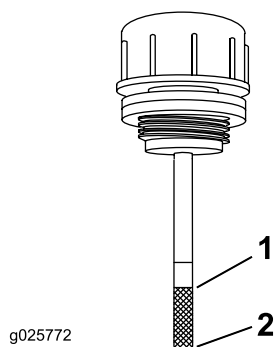

Figura 70
5. Pulite attorno all'asta di livello del serbatoio dell'impianto idraulico (Figura 70).
6. Togliete l'asta di livello dal serbatoio idraulico (Figura 70).
8. Togliete l'asta e controllate l'estremità (Figura 70). Se il livello del fluido è alla tacca di aggiunta, versate lentamente del fluido nel serbatoio idraulico per portare il livello alla linea di pieno.